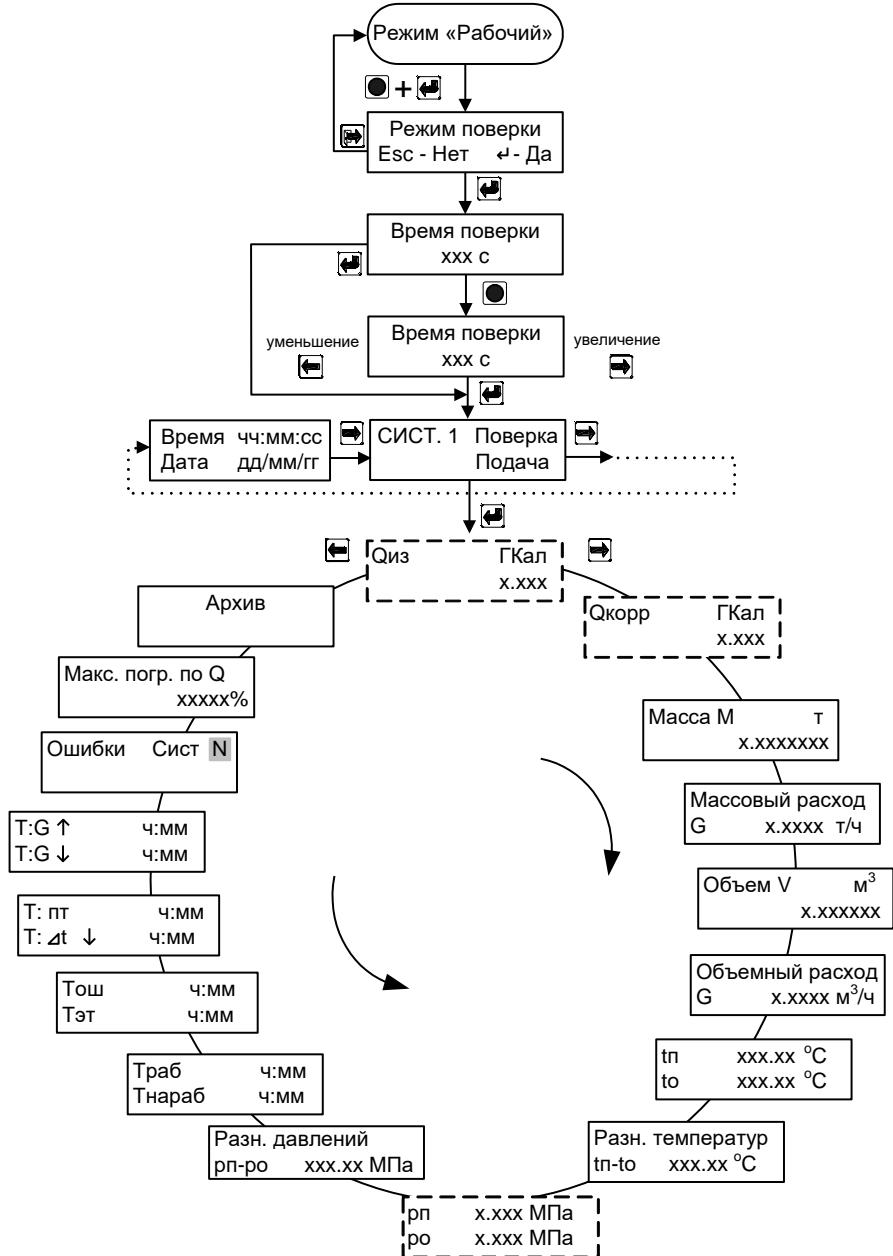

Рис. 7.3
6.4.1 Для входа в режим работы теплосчетчика «Проверка» необходимо, находясь в любом меню режима «Рабочий», **одновременно** нажать кнопки «**служебная**» и «**вход**». Для выхода из режима проверки необходимо, находясь в любом меню режима «Проверка», **одновременно** нажать кнопки «**служебная**» и «**выход**». Порядок перехода между окнами режима «Проверка» изображен на Рис. 7.3.